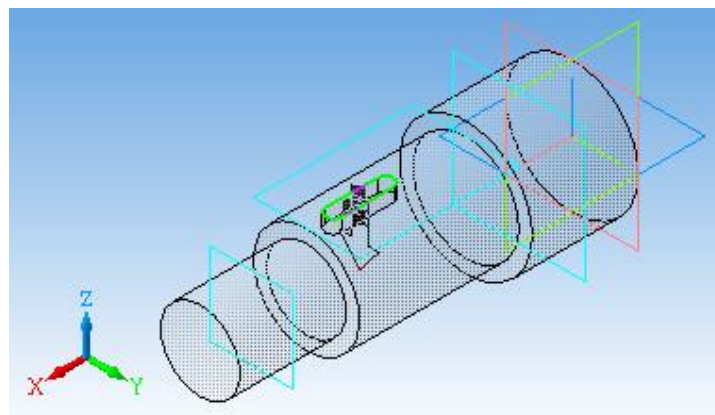

Рис. 4.16. Формування паза
3. Паз формуємо з використанням команди  *Вирізати видавлюванням* (рис. 4.16).